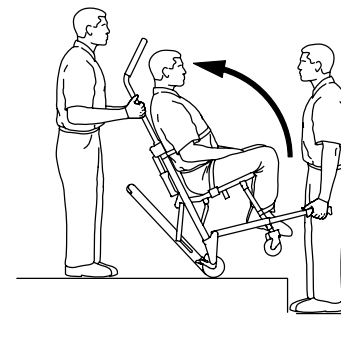

Figur 7 – Övre styrhandtagets frikopplingskabel
3. Huvudändens bärare: Dra i det röda övre styrhandtagets frigöringskabel (B) med en hand (Figur 7). Använd den andra handen för att dra upp och dra ut handtaget helt. Släpp kabeln och se till att handtaget är låst på båda sidorna i helt utdraget läge.